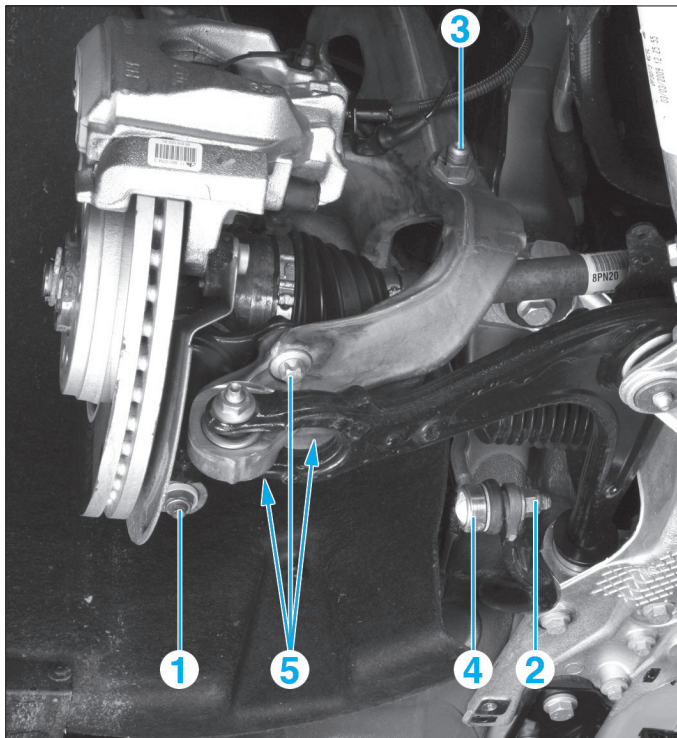

Fig. 16
- l'écrou (1) de la rotule de direction et l'extraire du pivot (Fig.16),
- les écrous de fixations inférieure (2) et supérieure (3) de la biellette (4) de barre stabilisatrice,